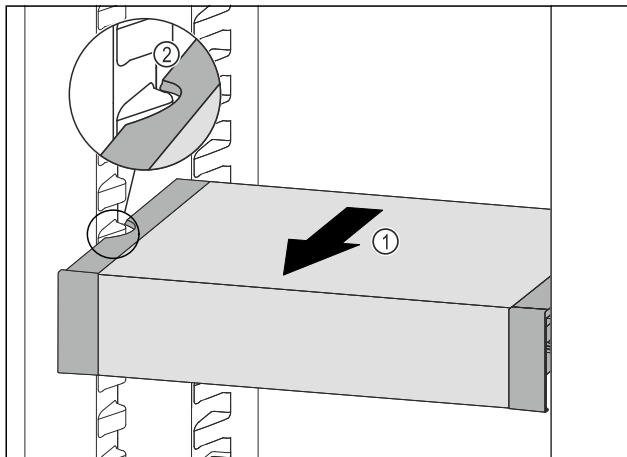

Fig. 104
- VarioSafe nach vorne ziehen Fig. 104 (1), bis sich die seitlichen Aussparungen des VarioSafes auf Höhe der Behälterrippe im Kühlteil befinden. Fig. 104 (2)